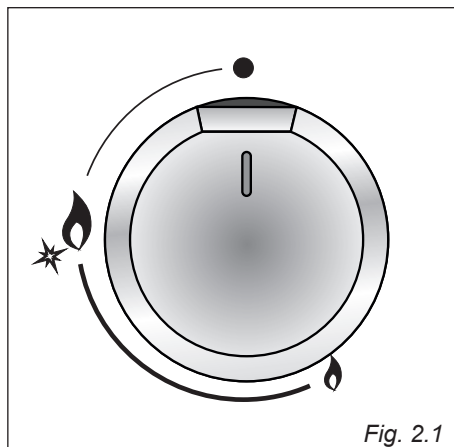

Fig. 2.1
(se Fig. 2.1).
1. Tryck in vredet och vrid det åt vänster (Fig. 2.2) till symbolen för den största lågan  (Fig. 2.1). Håll knappen tills lågan tänds. Om lågan inte tänds prova med en tändsticka.